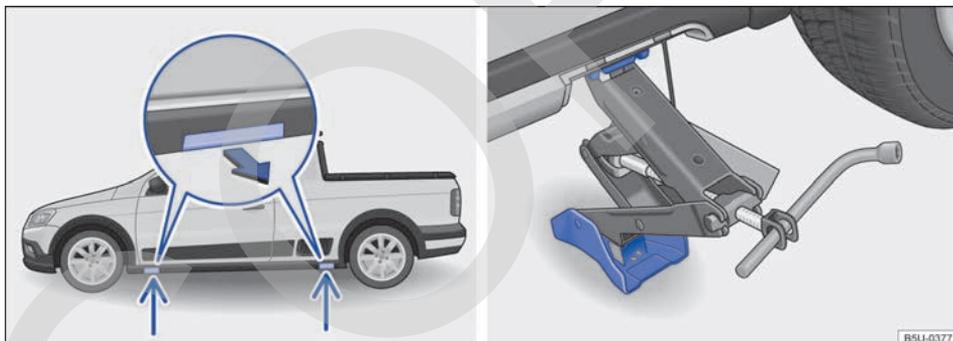

Fig. 187 Puntos de apoyo del gato y gato colocado en el lado izquierdo trasero del vehículo - vehículos con estribos exteriores.
El gato únicamente puede colocarse en los puntos de apoyo indicados (cubierta extraíble) → fig. 187. Es válido el punto de apoyo ubicado próximo a la rueda correspondiente → ⚠.
7. Desencajar la cubierta de acceso al punto de apoyo del gato, en el sentido de la flecha → fig. 187.
9. Garantizar que la base del gato, con toda su superficie, esté sobre el piso y que la base se encuentre perpendicularmente por debajo del punto de colocación → fig. 187.
10. Alinear el gato y, simultáneamente, levantar la garra del gato hasta que se encaje en el travesaño debajo del vehículo → fig. 187.
- Posicionar el gato únicamente en los puntos indicados. La garra del gato debe encajarse en el perfil del larguero de forma segura → fig. 187.